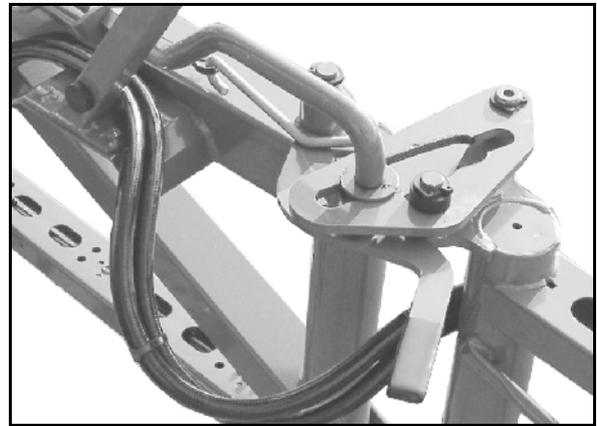

Fig. 47
- Fig. 47 - Amortissement tri-directionnel déverrouillé.